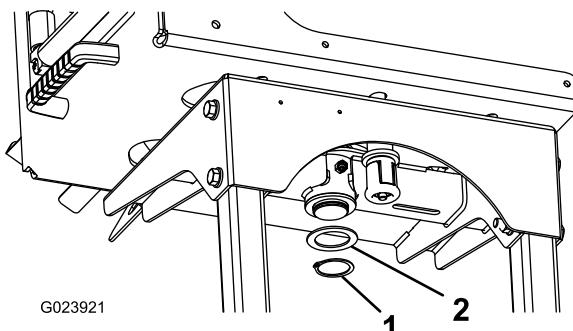

図5
4. ホースリールフレームの下側で、スイベルプレートの柱にスラストワッシャとスナップリングを取り付ける (図5)。